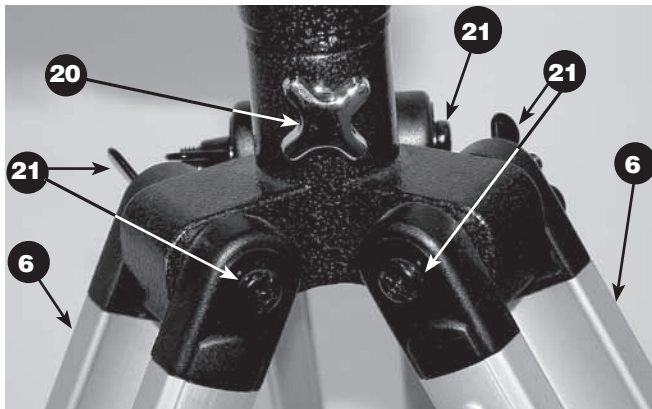

Figure 3b. Détail du montant du trépied et de la fixation de la monture de l'Observer 60
1. Posez la fourche de la monture azimutale (5) sur le côté. Fixez un par un les montants du trépied (6) à la base de la monture en faisant glisser une vis de fixation des montants (21) en haut des pieds et à travers les trous à la base de la monture. Les rondelles doivent être à l'extérieur des montants du trépied. Serrez les vis papillon à la main. La figure 3b montre en détail les vis qui fixent le trépied à la monture azimutale.
2. Placez et serrez les boutons de blocage des pieds (23) sur les entretoises en bas des montants du trépied (6). Pour l'instant, gardez les montants au plus court de leur longueur (entièrement rétractés) ; vous pourrez les déployer plus tard à la longueur désirée, quand le trépied sera entièrement assemblé.
3. Mettez le trépied et la monture debout, et écartez les montants du trépied le plus possible, jusqu'à ce que le support du plateau d'accessoires (22) soit déplié. Fixez le plateau d'accessoires (7) sur son support (22) avec les trois vis à ailettes déjà montées sur le plateau. Pour ce faire, poussez les vis à ailettes à travers les trous pratiqués dans le support du plateau d'accessoires et vissez-les dans les trous du plateau.
4. À présent, serrez les vis de fixation des montants (21) pour que le trépied soit solidement fixé à la monture. Utilisez le tournevis cruciforme ou faites-le à la main.